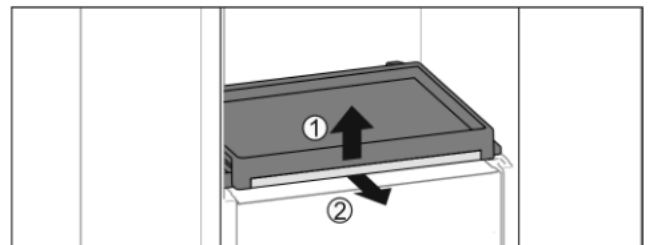

Fig. 39
- ▶ Rimuovere il ripiano estraibile con ripiano di vetro: sollevare leggermente in avanti il ripiano di vetro Fig. 39 (1) e tirarlo in avanti Fig. 39 (2).